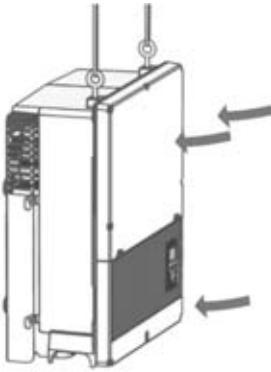
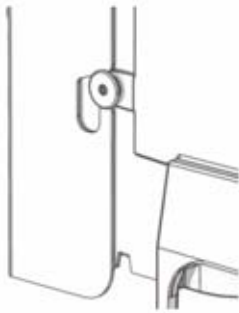

Abbildung 2.13 Einführung der Schrauben in die Führungsschlitze
Abbildung 2.14 Einführung der Schrauben in die Führungsschlitze - Detailansicht
3. Den Wechselrichter wie abgebildet schieben, damit die seitlichen Schrauben in die beiden unteren Führungsschlitzte und dann in die oberen Schlitzte geführt werden. Siehe Abbildung 2.13 und Abbildung 2.14.